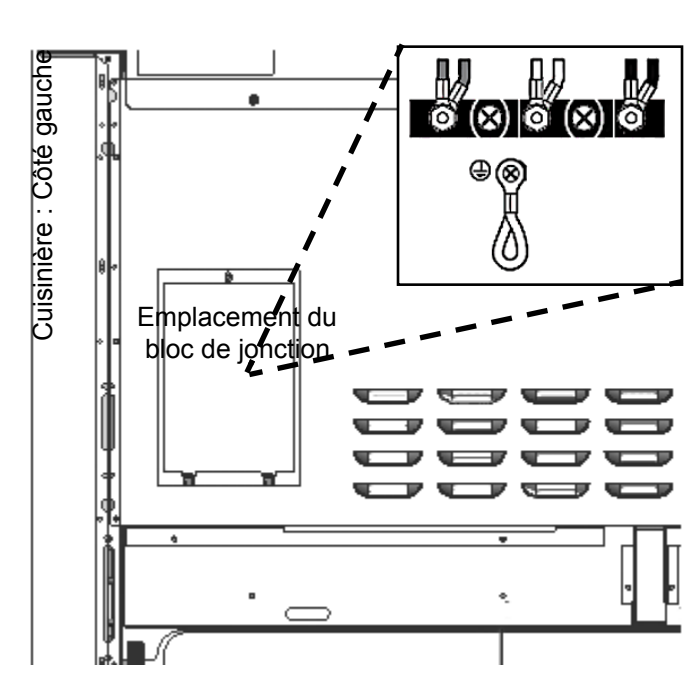
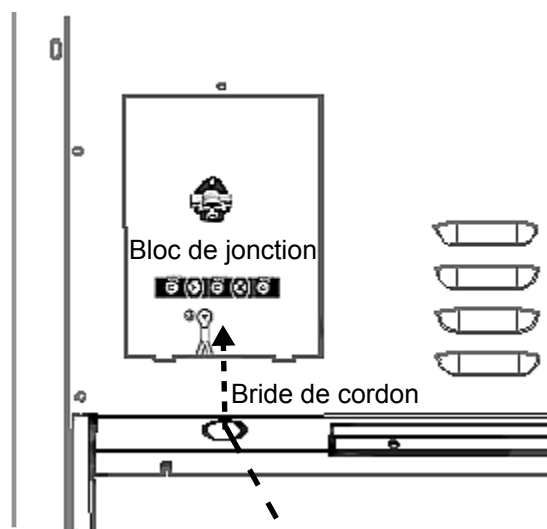

Figure 15: Emplacement du bloc de jonction
Figure 16: Emplacement de la bride de cordon
Les appareils peuvent être branchés directement à l'alimentation. L'installateur doit fournir un conduit en aluminium flexible approuvé, format ¾ po (19 mm), d'une longueur minimale de 6 pieds (1,8 mètre). Localisez le bloc de jonction à l'arrière de l'appareil et enlevez le couvercle (consultez la Figure 15). Le conduit doit être fixé à la boîte de connexion à l'aide d'un connecteur de conduit approuvé. L'extrémité libre du conduit de câbles doit être branchée à un bloc de jonction installé dans la zone d'alimentation électrique, comme illustré sur la Figure 3.
Installez une bride de cordon (non fourni) dans le trou de 1 po (25,4 mm) de diamètre situé sous le bloc de jonction (voir Figure 16). Le câblage de l'appareil doit être acheminé au bloc de jonction par le conduit et à travers la bride de cordon. Les extrémités des fils doivent être munies de cosses en boucle de ¼ po, préférablement soudées sur place. Faites les connexions au bloc de jonction fourni (voir Figure 15).
2. Installez une bride de cordon (non fournie avec la cuisinière) dans le trou de 1 po (25,4 mm) de diamètre situé sous le bloc de jonction, dans le panneau arrière (voir *Figure 16*). Faites passer les fils par la bride de cordon.